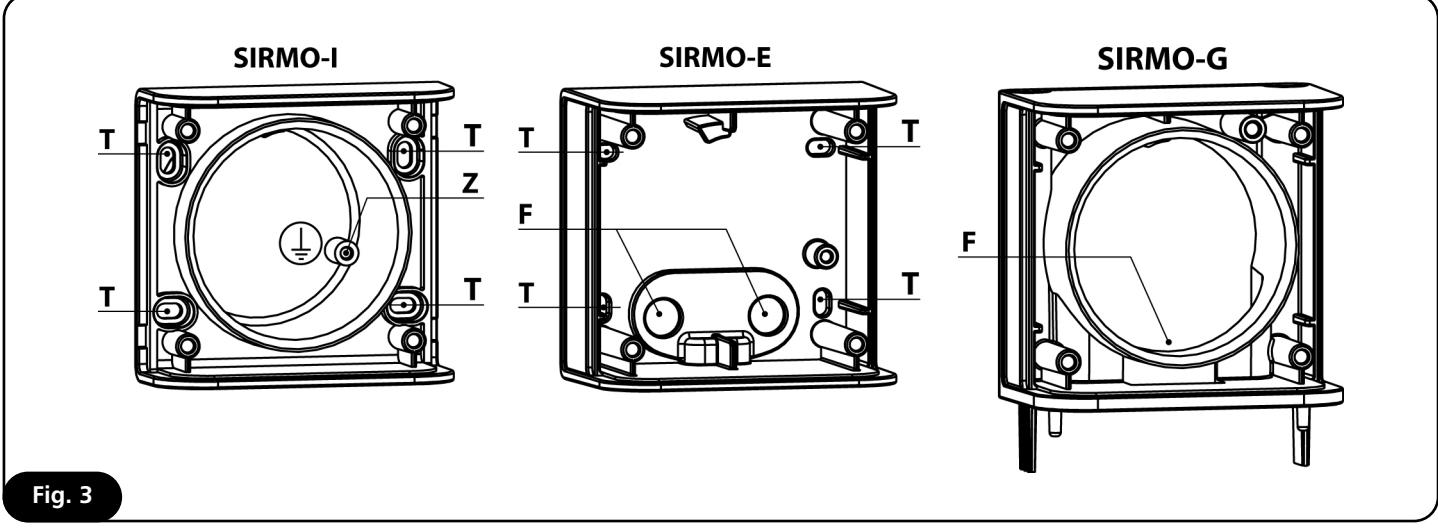

Fig. 3
- Incassare la base nella parete e provvedere al fissaggio con dei tasselli adeguati tramite i 4 fori **T** (Fig. 3).
ATTENZIONE: Se i collegamenti ai micro interruttori sono a tensione > di 50V è obbligatorio collegare a terra il selettore per mezzo del morsetto contrassegnato dal simbolo  (punto Z in Fig. 3).
- Far passare i cavi negli appositi fori passacavo **F** (Fig. 3).
- Fissare la base sulla parete con dei tasselli adeguati tramite i 4 fori **T** (Fig. 3).
- Far passare i cavi nel vano passacavo **F** (Fig. 3).